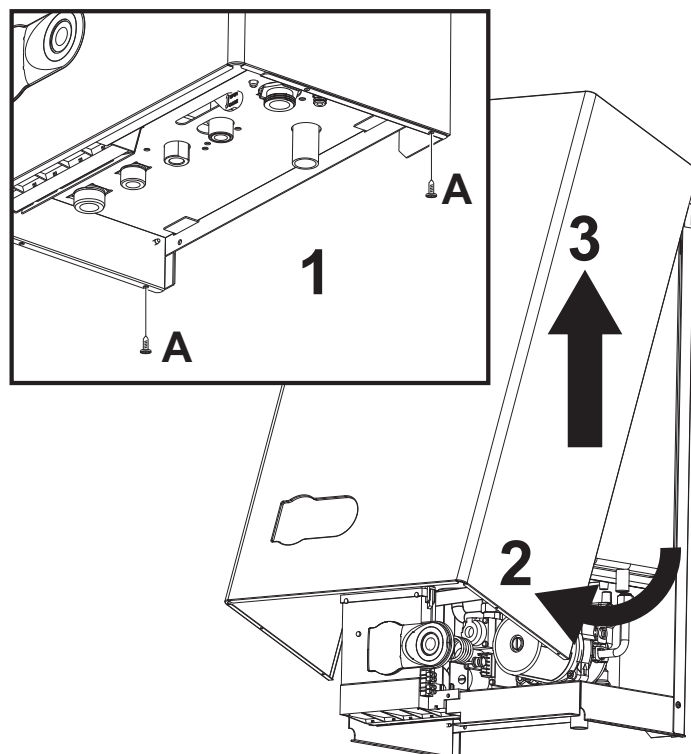

fig. 16 – Abertura do painel frontal
1. Desaperte os parafusos A (consulte fig. 16).
2. Rode o revestimento (consulte fig. 16).